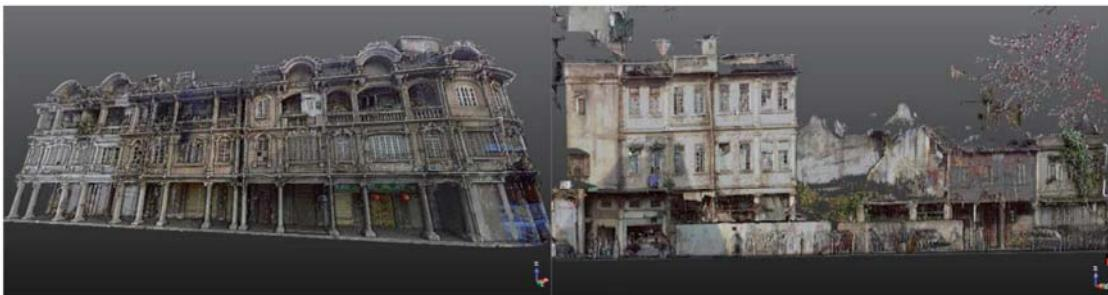

图 1.4.23 激光扫描逆向重建示例
(3) 图 1.4.23 所示的两幅图片是用天宝公司的激光 3D 扫描的点云数据进行精准拼接、降噪、分割离散点、剔除非目标区域，提取出房屋立面结构成功实现逆向重建。